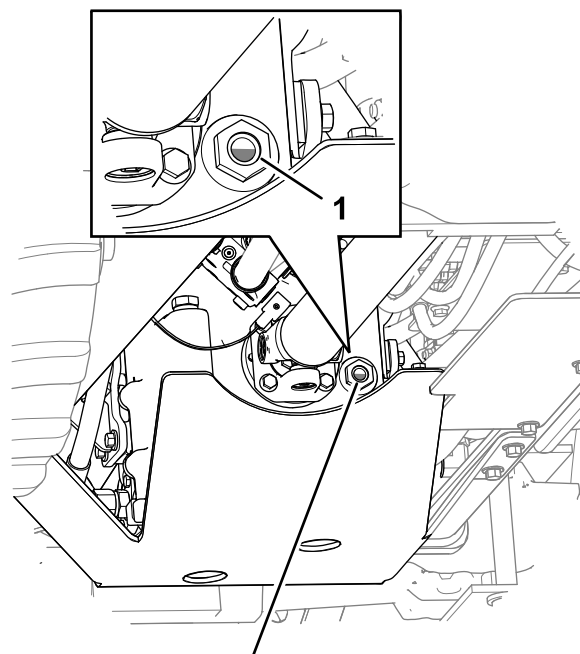

Figura 99
4. Dopo 5 minuti controllate il livello dell'olio nella trasmissione nella spia di livello (Figura 99).
6. Ripetete i passaggi da 2 a 5 fino a quando il livello dell'olio non copre da 1/2 a 3/4 della finestra della spia di livello (Figura 99).
Nota: Il livello dell'olio deve coprire circa da 1/2 a 3/4 della finestra della spia di livello (Figura 99).